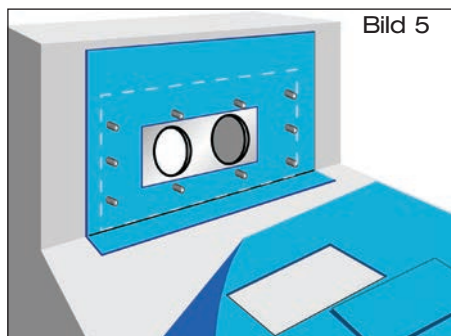

Bild 5
- 1.5 Dampfsperrbahn aus **Bitumen** oder **Kunststoff** ausrollen. Im Bereich des Schiebeflansches Dampfsperrbahn rechteckig ausschneiden - 270 x 130 mm (Bild 5). Der Losflansch kann als Schablone genutzt werden. Dampfsperrbahn zurückrollen.